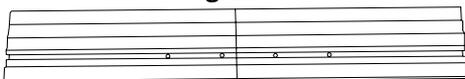

Fig. 11
3. Insérez la barre de jonction dans les cavités correspondantes dans la section du rail de gauche. (Fig. 11)